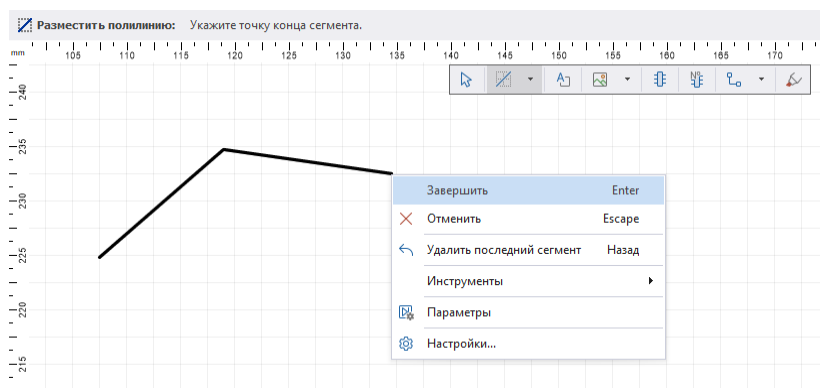

Рис. 289 Завершение построения линии
5. Для завершения построения линии нажмите клавишу «Enter» или «Завершить» в контекстном меню, см. Рис. 289.